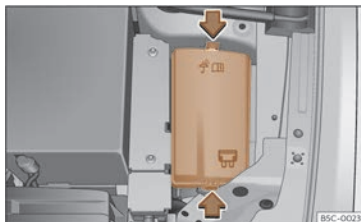

Fig. 49 Dans le compartiment moteur : couvercle de boîte à fusibles.
- Appuyez sur les languettes de verrouillage pour déverrouiller le cache de la boîte à fusibles >>> fig. 49 .